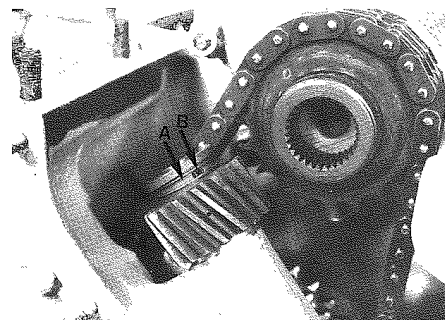

Fig. 77 - A) Anello - B) Spina elastica
- Togliere l'anello d'arresto A ed estrarre la spina elastica B sull'ingranaggio comando spinterogeno (**Fig. 77**); sfilare l'ingranaggio e, superiormente, l'alberino comando.
- Remove lock ring A and withdraw spring pin B on the distributor control gear (**Fig. 77**); pull out the gear and the control shaft.